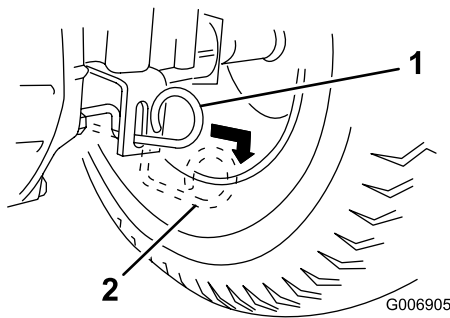

Figure 13
**Remarque:** Cela a pour effet de débrayer la transmission et de permettre aux roues de tourner librement (Figure 13).
Poussez la commande de transmission en position de fonctionnement. Cela a pour effet d'embrayer la transmission (Figure 13).